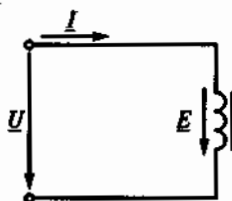

Рис. 120
3.85.Р. Как изменятся амплитуда магнитного потока $\Phi_{\max}$ и ЭДС катушки со стальным сердечником E на рис. 120, если при неизменной частоте увеличить напряжение на катушке?